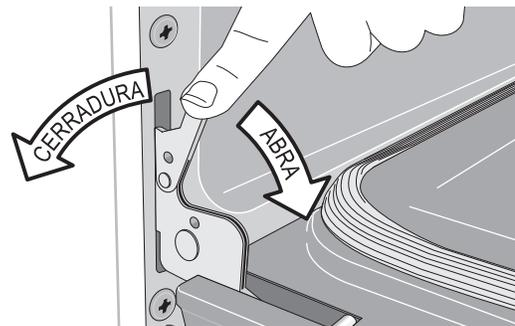

Figura 23: Posición bloqueada/desbloqueada de la bisagra
2. Tire de los seguros de ambas bisagras (izquierda y derecha) hacia abajo desde el marco del horno completamente hacia la puerta del horno (Figura 23). Es posible que necesite una herramienta como un destornillador pequeño de cabeza plana.
4. Empuje los seguros de las bisagras izquierda y derecha hacia arriba y hacia el interior del marco del horno (Figura 23) a la posición bloqueada; luego cierre la puerta del horno.